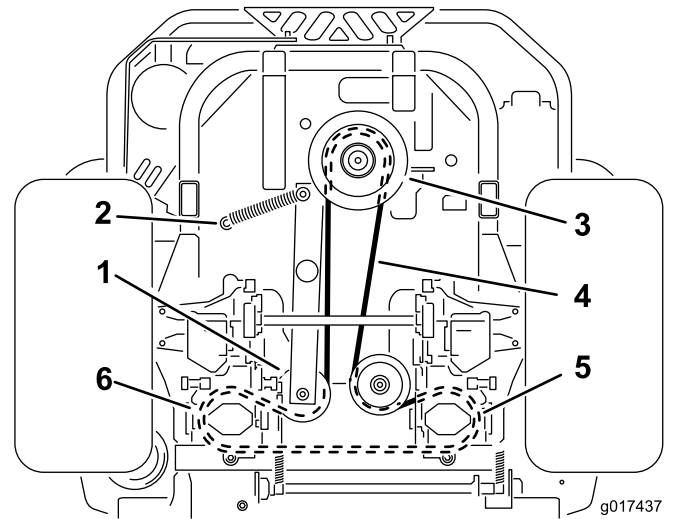

Figure 60
4. Soulevez la machine sur des chandelles (Figure 60).
6. Débranchez le ressort de la poulie de tension du tenon (Figure 60).